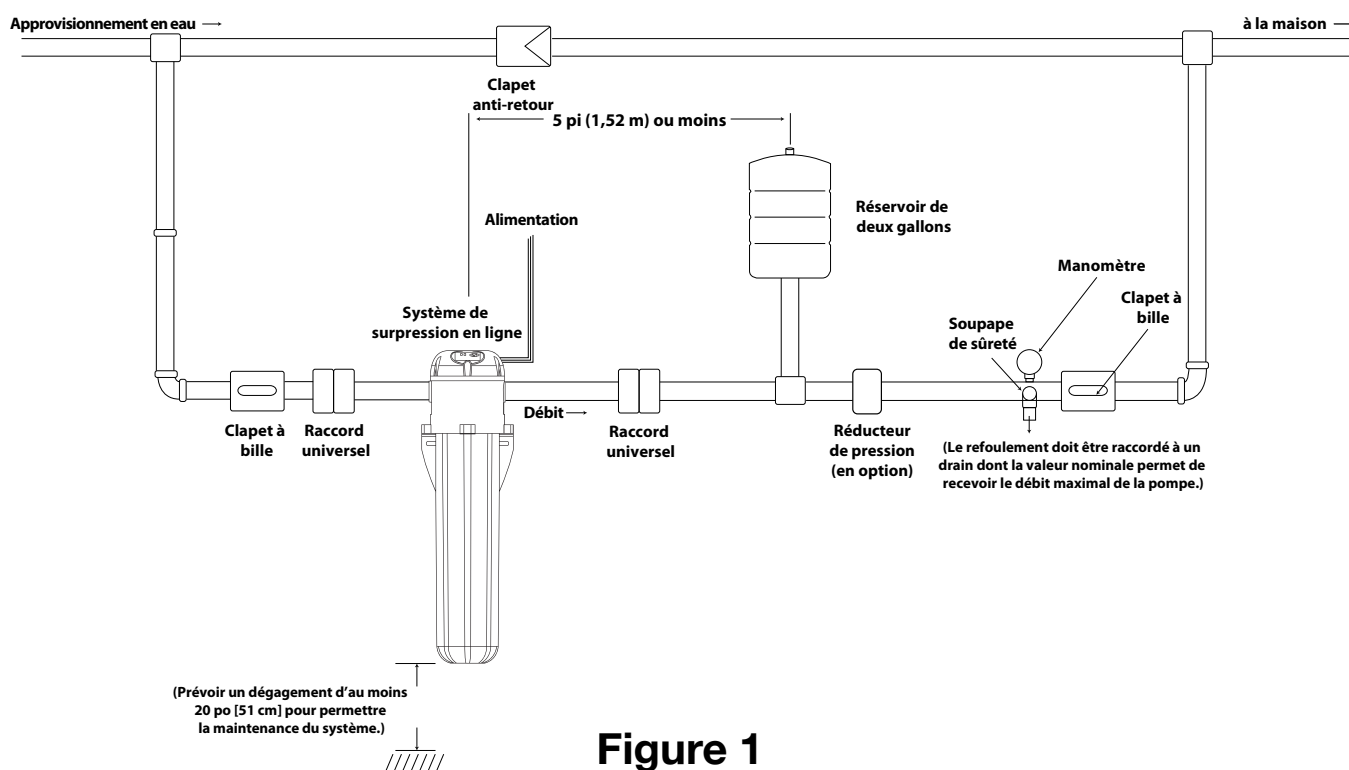

Figure 1
Le système de surpression en ligne est conçu pour augmenter la pression utilisable d'un réseau, tant que l'eau est en circulation. La **Figure 1** illustre un exemple d'installation typique.
4. Installez la plomberie d'entrée et de sortie ainsi que le réservoir pressurisé, comme illustré à la **Figure 1**. Les orifices d'entrée et de sortie de l'appareil portent l'inscription « inlet » et « outlet », respectivement. Utilisez les raccords aux extrémités d'aspiration et de refoulement de la pompe. Des clapets anti-retour, lesquels contribuent à prévenir les retours d'eau, sont fournis aux extrémités d'aspiration et de refoulement. Si vous utilisez le contournement facultatif, vous devriez préalablement installer un clapet anti-retour. Assurez-vous de consulter tous les codes de plomberie locaux afin de veiller au respect de toutes les exigences relatives à la prévention des refoulements.